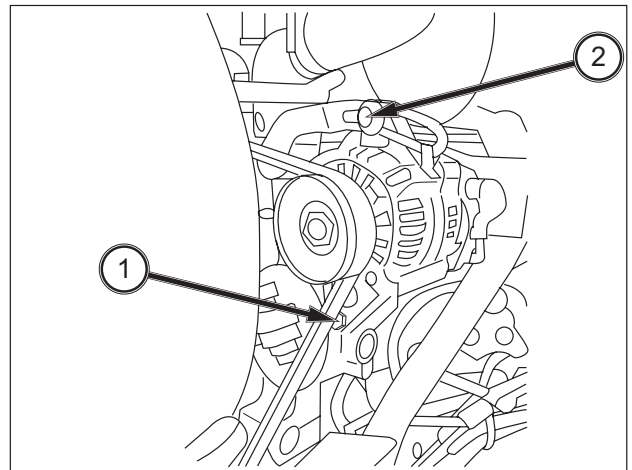

ABB. 135
**ABB. 135:** Zum Einstellen der Riemenspannung die Drehzapfenschraube samt Mutter (1) an der Lichtmaschine und die Schraube am Zugbügel (2) lösen. Den Riemen am oberen Teil der Lichtmaschine nach außen ziehen, um ihn korrekt zu spannen, dann zunächst die Schraube am Zugbügel (2) und anschließend die Drehzapfenschraube (1) wieder festziehen.